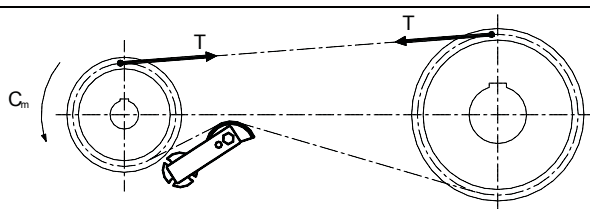
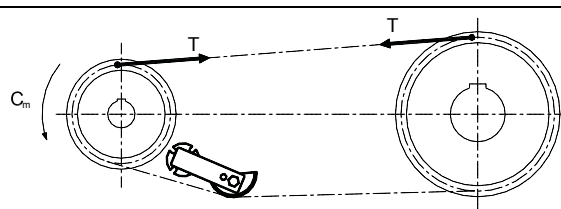
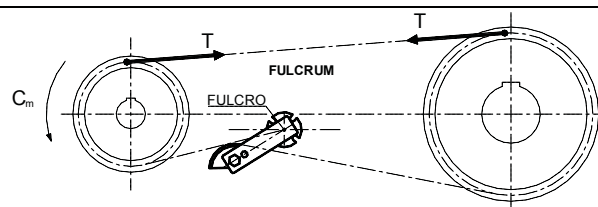

Fig 2 MONTAGGIO CORRETTO (CONSIGLIATO!)
Fig 3 MONTAGGIO CORRETTO
Fig 5 MONTAGGIO ERRATO!
① L'usura delle superfici in contatto tra loro di una catena (perni, bussole, e rulli) durante il suo funzionamento, crea un maggior gioco e il relativo allungamento della catena, che quando è eccessivo può provocare: minor angolo di avvolgimento, mancanza di costanza del rapporto di trasmissione, anomalo contatto fra i rulli della catena ed i denti del pignone, usura precoce, alta rumorosità, vibrazioni, salto del dente, uscita della catena dalla trasmissione e nei casi estremi rottura della catena. Inevitabile risulta, quindi, equipaggiare la trasmissione di un tendicatena automatico, che permetta di recuperare gli allungamenti e assorbire costantemente le vibrazioni. I tendicatena automatici a rotazione devono essere posizionati sul tratto lento della trasmissione il più vicino possibile al pignone motore. Essi possono essere montati sia esternamente alla trasmissione (fig 2) sia internamente (fig 3) privilegiando se possibile il primo caso. I tenditori automatici a rotazione presentano un punto di rotazione, detto fulcro, su cui il braccio del tenditore agisce andando a tendere la catena o la cinghia. E' estremamente importante che il tenditore venga posizionato in maniera tale che il suo fulcro non sia mai sulla direzione della retta d'applicazione della forza della catena (fig 5), così che non possa mai impuntarsi.
It is therefore inevitable to equip the transmission with an automatic chain tightener, which allows the recovery of stretching and constantly absorbs vibrations. Automatic rotation chain tighteners must be positioned on the loose part of the transmission, as close as possible to the motor pinion. They may be fitted either on the outside of the transmission (fig 2) or on the inside (fig 3), preferably the former, if possible. Automatic rotation tighteners present a point of rotation, known as the fulcrum, on which the arm of the tightener acts, thus tightening the chain or belt. It is extremely important to position the tightener in such a way that its fulcrum is never in the direction of the line of application of the chain force (fig 5), so that it can never get stuck.
Es ist deshalb notwendig, den Antrieb mit einem automatischen Kettenspanner auszustatten, der ein Ausgleichen der Kettenverlängerung ermöglicht und konstant die Vibrationen absorbiert. Die automatischen Rotationsspanner müssen auf einem langsamen Abschnitt vom Antrieb montiert werden, und zwar so nahe wie möglich am Antriebsritzel. Sie können sowohl außerhalb vom Antrieb (Abb. 2) als auch innerhalb vom Antrieb (Abb. 3) montiert werden, wobei der externen Montage der Vorzug gegeben werden sollte. Die automatischen Rotationsspanner weisen einen Drehpunkt auf, den sogenannten Schwenkpunkt, auf den der Arm vom Spanner einwirkt, um die Kette oder den Riemen zu spannen. Es ist deshalb sehr wichtig, dass der Spanner so positioniert wird, dass sein Schwenkpunkt auf keinen Fall auf einer Linie mit der Kraftanwendung der Kette liegt (Abb. 5), damit er sich nicht verklemmen kann.